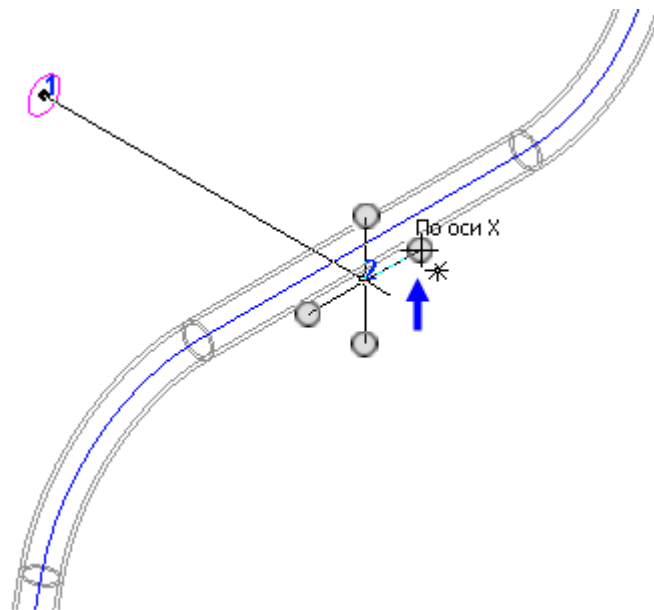

Рисунок 50
- Укажите направление второго сегмента По оси X (рис. 50).